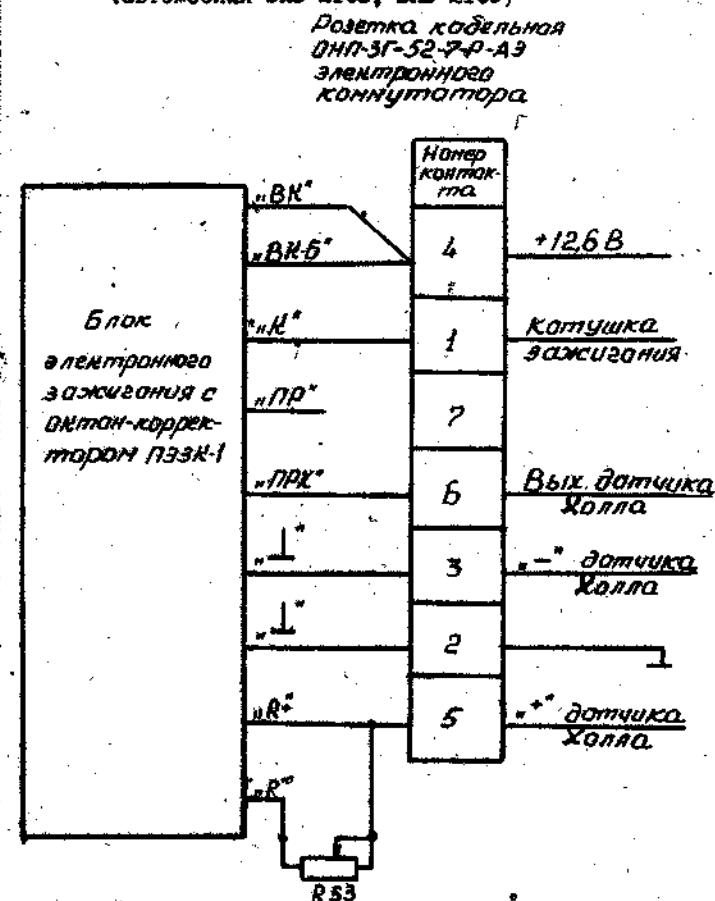

Рис. 5.3
5.6.3. Подключение на автомобилях ВАЗ 2108, ВАЗ 2109, имеющих бесконтактный датчик Холла, производится по схеме, приведенной на рис. 5.3.
ВНИМАНИЕ! Подсоединение заглушки /ХЭ/ при работе блока в системе зажигания с датчиком Холла /автомобилей ВАЗ 2108, ВАЗ 2109 /см. рис. 5.3/ недопустимо, так как это приведет к выходу из строя датчика Холла.